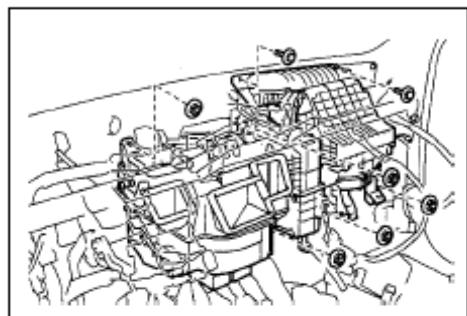

Рис. 445
**8. Демонтируйте блок отопителя в сборе (рис. 445)**